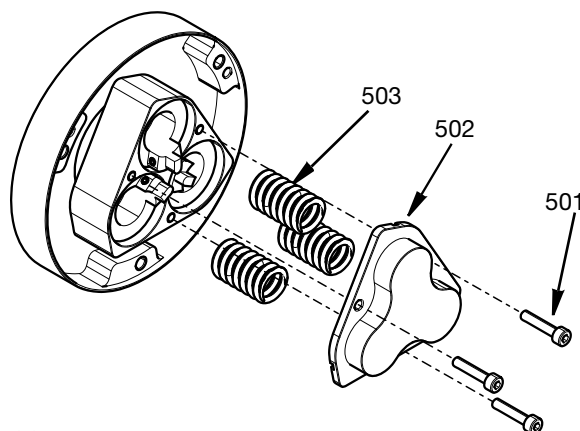

FIG. 32
13. Zasuňte pružiny (503) do pístů, nasadte kryt válce (502) na pružiny a upevněte jej ke skříni válce pomocí tří šroubů M4 (501). Dotáhněte na moment 29,2 in-lbs (3,3 N•m). Viz FIG. 32.